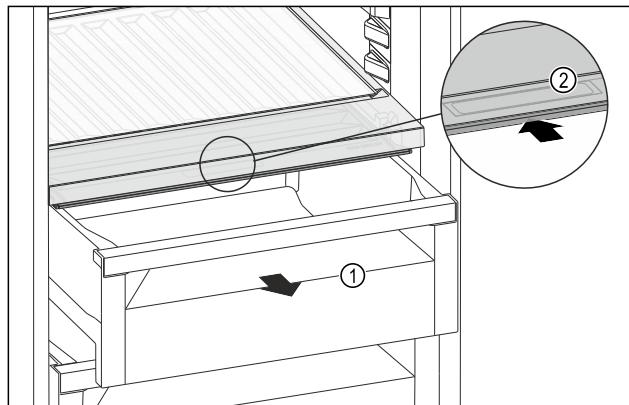

Fig. 108
- Извлеките выдвижной ящик Fig. 108 (1).
- Возьмитесь за утопленную ручку Fig. 108 (2) на крышке отделения и одновременно введите крышку отделения назад.